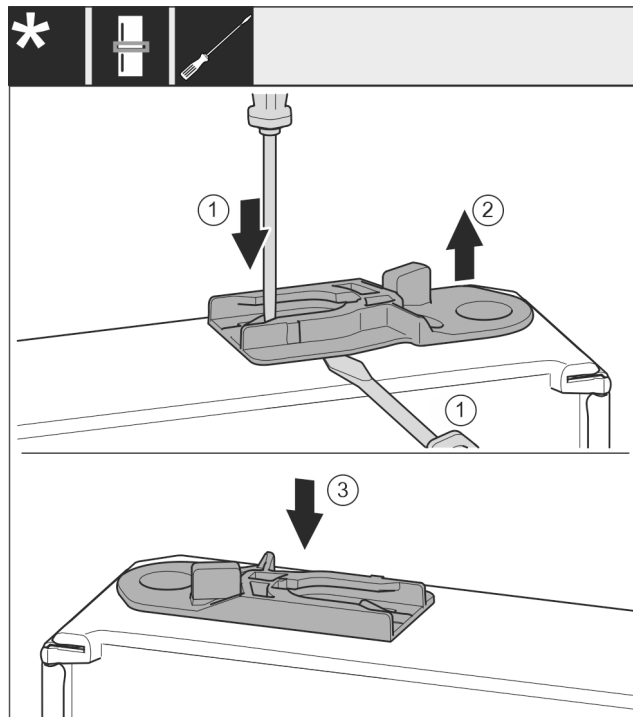

Fig. 53 *
- ▶ Estrarre la boccola di guida: Premere la linguetta Fig. 53 (1) con un cacciavite a intaglio e allo stesso tempo spostare in basso la boccola di guida Fig. 53 (2) con il cacciavite a intaglio.*
- ▶ Inserire la boccola di guida Fig. 53 (3) inclusa nella fornitura sull'altro lato dell'alloggiamento.*